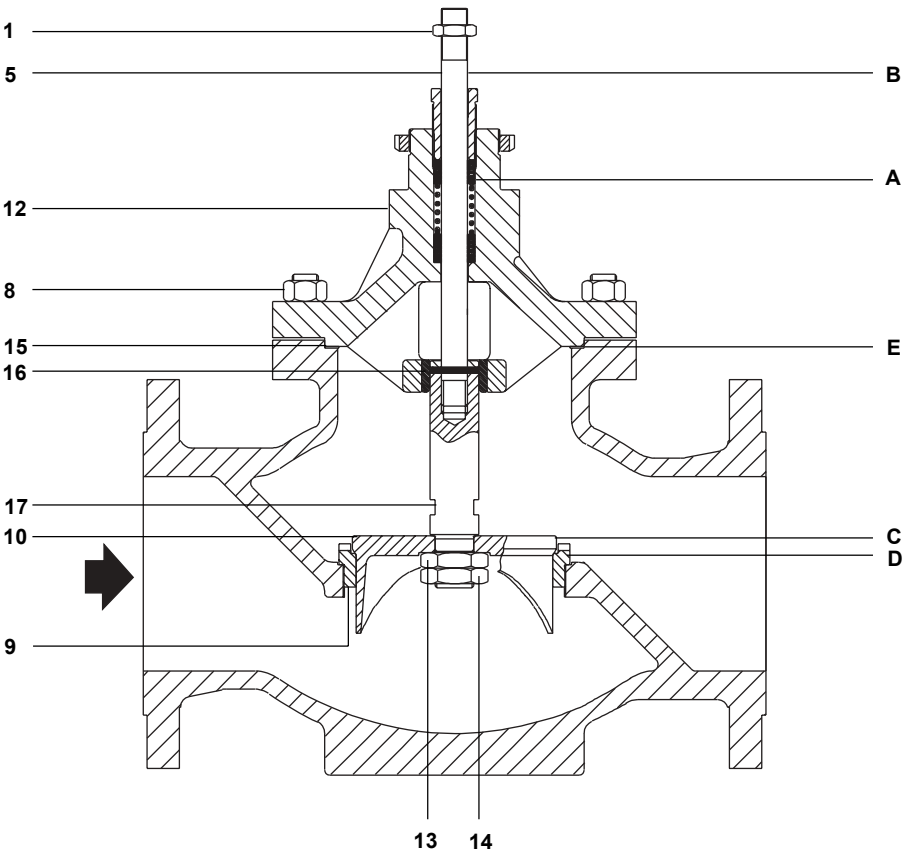

Рис.2
3.2 Замена штока, плунжера и седла (Рис. 2)
f) Отдайте гайки (14) и (13) и вытащите шток с плунжером (10).
g) Выкрутите и вытащите седло (9).
i) Аккуратно вставьте новый шток с плунжером (10).
j) Используя новую прокладку установите крышку (15). Установите на место крышку и слегка затяните гайки. Опустите плунжер на седло и затяните гайки моментом, указанным в табл.1.
h) Убедитесь, что шток (5) перемещается свободно.
3.3 Замена штока (Рис. 2)